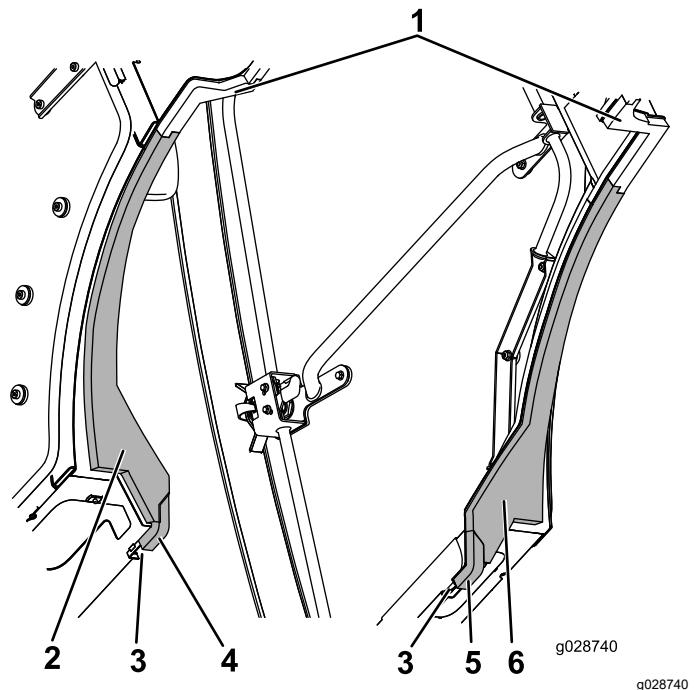

Bild 62
- Fluchen Sie die innersten Kanten der linken und rechten Tank-Schaumstoffdichtungen mit den linken und rechten mittleren Schaumstoffdichtungen aus und verkleben die Nasen (Bild 62).
- Drücken Sie die vordere Kante der linken, mittleren und rechten seitlichen Schaumstoffdichtung gegen den Kanal und verkleben die abgewinkelte Hinterkante der Schaumstoffdichtung mit der Tank-Schaumdichtung (Bild 62).